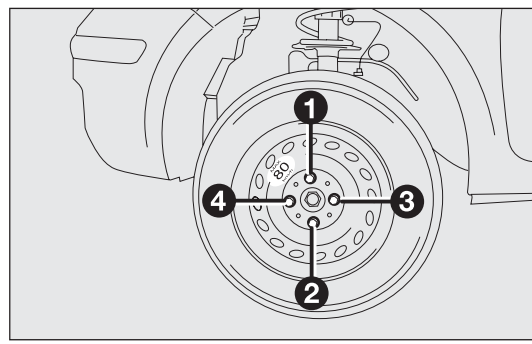

fig. 127
- ❑ stringere a fondo i bulloni, passando alternativamente da un bullone a quello diametralmente opposto, secondo l'ordine illustrato in fig. 127.